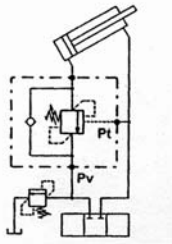
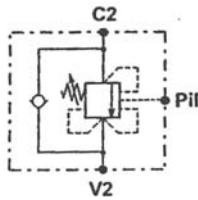

Рис.6
Рис.7.
**А** - тип «СС» с компенсированной предохранительной функцией, не зависящей от давления в сливной гидролинии. На рис. 6 и 8 показаны примеры применения и конструкции клапанов типа «СС», на рис.7 и 9-гидравлические схемы клапанов типа «СС» и «ССАР».
*Примечание:* сливное отверстие **T** этих специальных модификаций клапанов типа «**ССАР**» следует подключать непосредственно к баку гидросистемы, как показано на схеме рис.7.